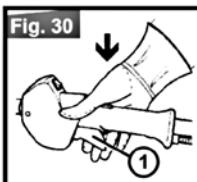

Fig. 30
4. Pegue a empunhadura, pulsando com a palma o bloqueio do acelerador (Fig. 30), liberando deste modo o movimento da alavanca do acelerador. (Fig. 30-1).